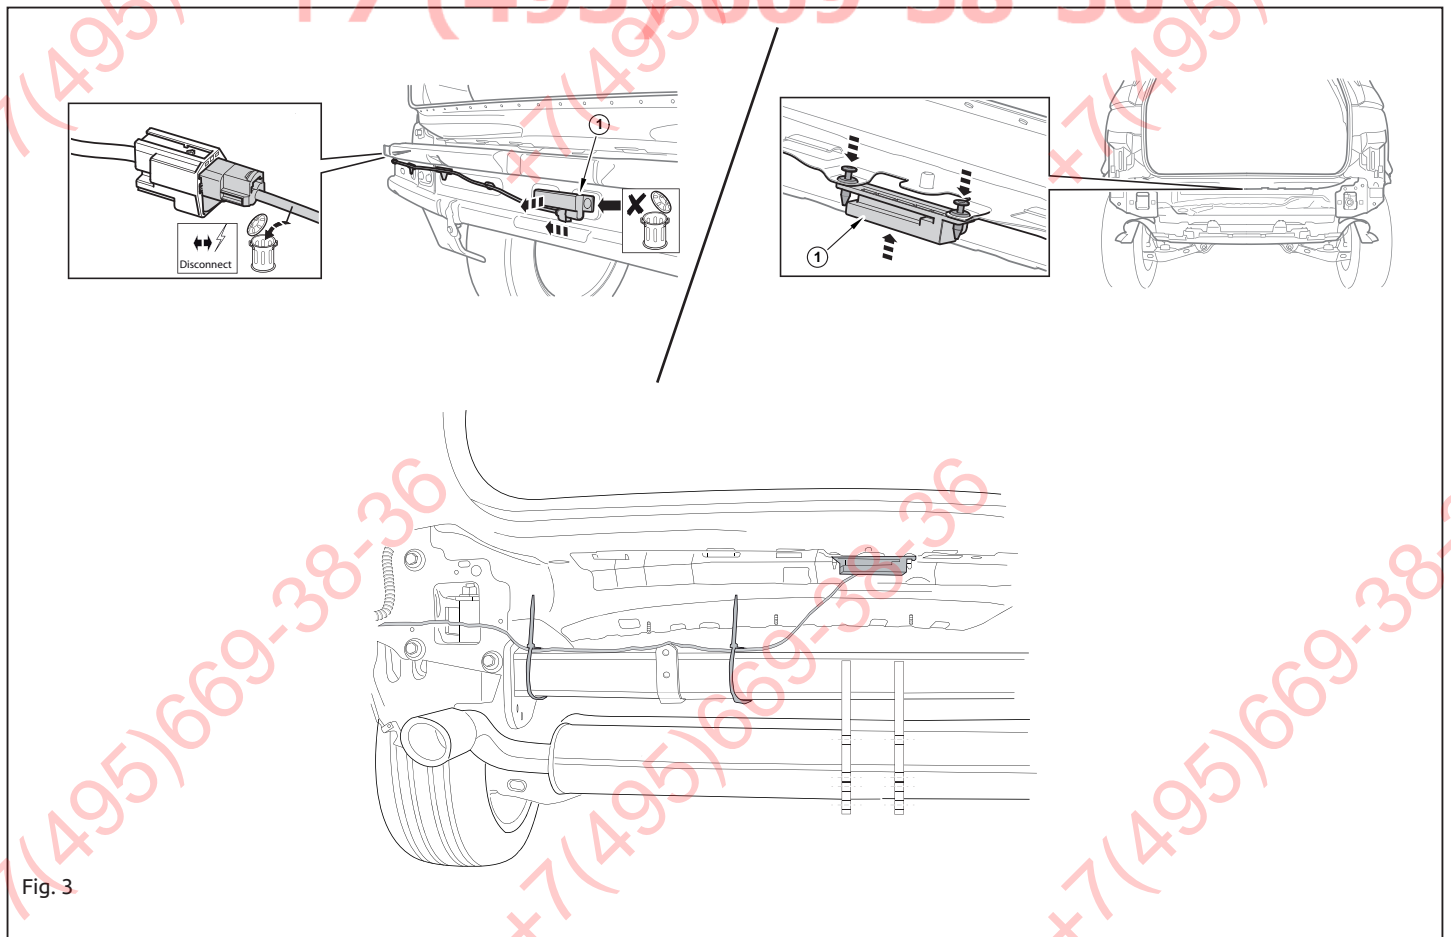

Fig. 3
10. Move the antenna if present. See figure 3.
10. Falls eine Antenne vorhanden ist, diese verlegen. Siehe Abbildung 3.
10. Le cas échéant, déplacer l'antenne. Voir la figure 3.
10. Anbring antennen ifald den er tilstede. Se fig. 3.